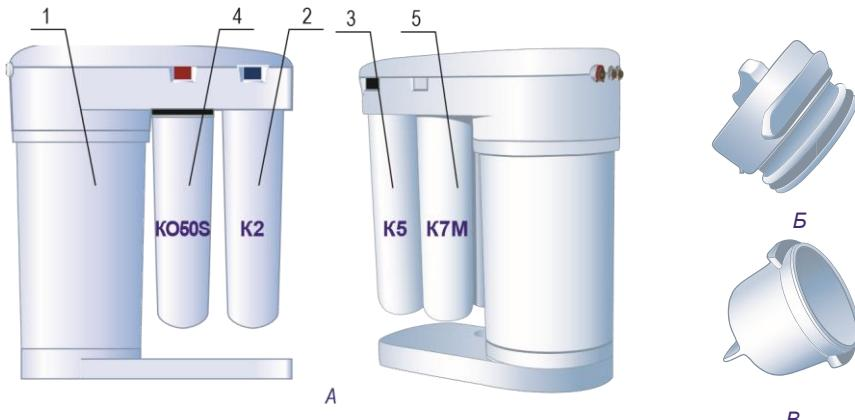

Рис. 1
3. Комплект поставки (рис. 1):
- Извлеките сервисную заглушку (рис. 1Б), которая находится под крышкой водоочистителя.